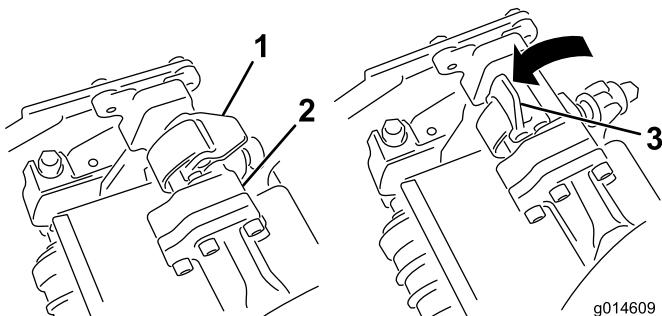
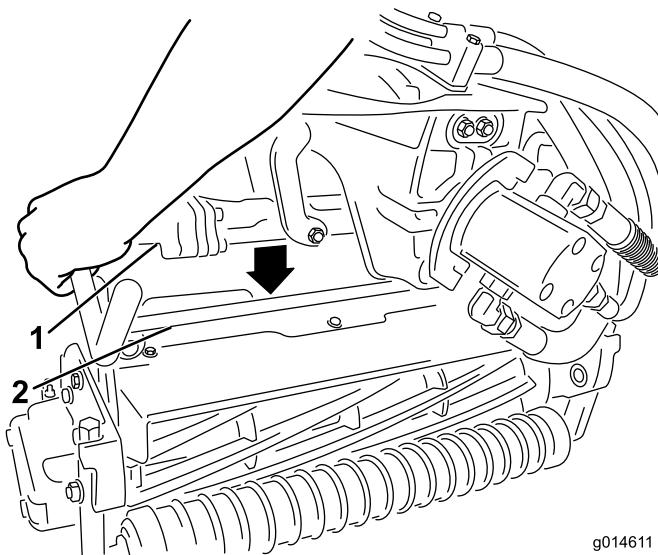

图36
图37
4. 当悬挂臂架上的闩锁指向上方（即打开）时（图36），向下压悬挂臂，使悬挂臂架与滚刀组上方的支架相契合（图37）。
5. 向下并绕着滚刀组架关闭闩锁，将它们锁定到位（图36）。
5. 打开您正在拆下的滚刀组悬挂臂上的闩锁（图36）。